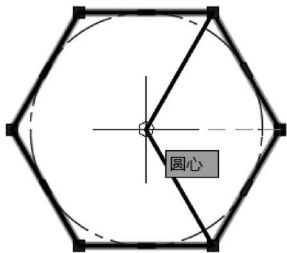

图 5-11 选择夹点进行拉伸
- 2 使用鼠标光标选择正六边形，接着选择最右侧的一个小方块夹点，然后将该夹点拉伸到中心线圆的圆心位置处，如图 5-11 所示，然后单击以完成夹点拉伸。